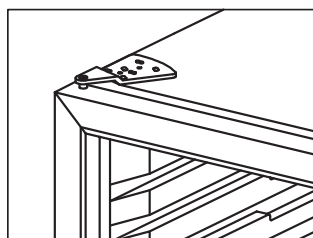

fig. 7.4
- Monter døren på bundhængslet (8) på samme måde som den blev fjernet og monter tophængslet igen. Se fig.7.4